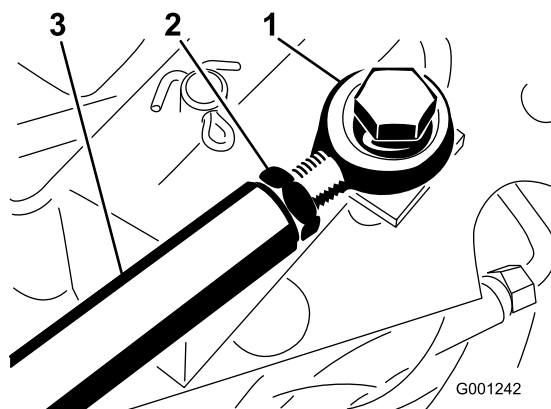

Figura 82
Si es necesario hacer un ajuste mayor, ajuste la varilla de tracción (Figura 82) de la manera siguiente:
2. Afloje la contratuerca que fija el extremo de la varilla a la varilla de tracción (Figura 82).
4. Apriete la contratuerca (Figura 82) y fije la rótula al pedal de tracción con el perno y la tuerca que se retiraron anteriormente, para fijar el ángulo del pedal.